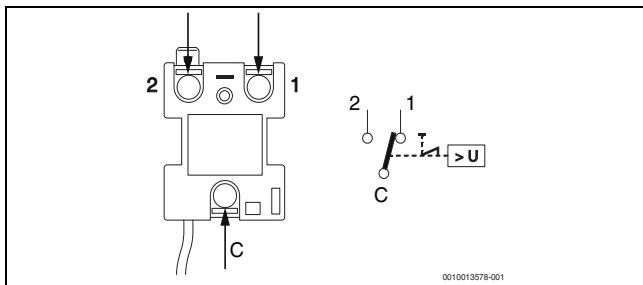

Fig. 29 Racordarea limitatorului de temperatură de siguranță
- ▶ Introduceți firele termostatului la noul termostat (→Fig. 29)